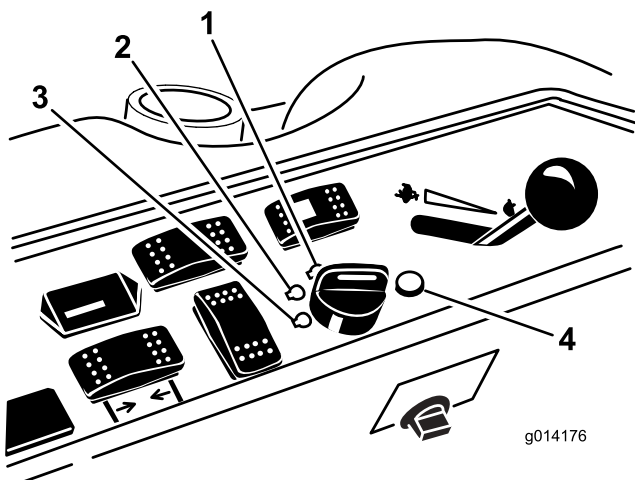

Figura 22
6. Girate la chiave di accensione in senso orario, in posizione di FUNZIONAMENTO (Figura 22).